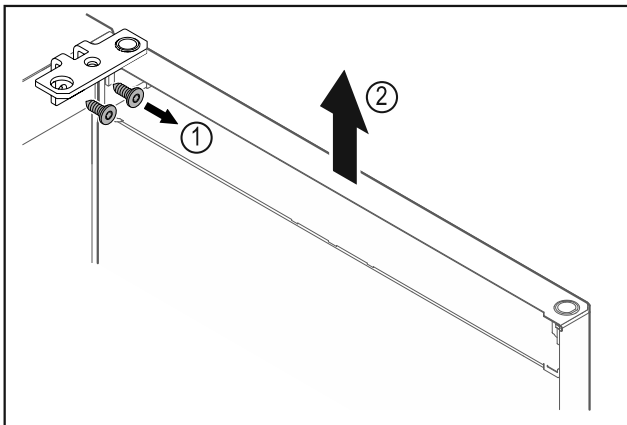

Fig. 9
- ▶ Отвинтите шарнирные уголки Fig. 9 (1).
- ▶ Дверь вместе с шарнирными уголками поднимите строго вертикально вверх Fig. 9 (2) приблизительно на 200 мм и снимите.